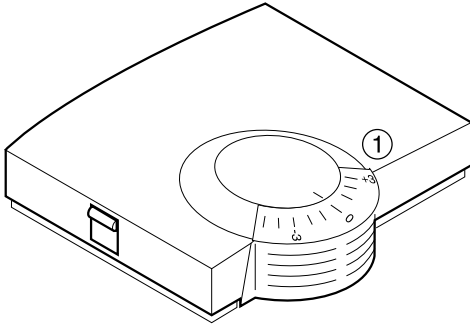

Figur 4: Sæt kabinettet på
- ▶ Sæt kabinettet på foroven, og bring det i indgreb forneden (se Figur 4).
- Sæt kabinettet på foroven, og bring det i indgreb forned (se Figur 4).
- ▶ Sæt kabinettet på foroven, og bring det i indgreb forned (se Figur 4).